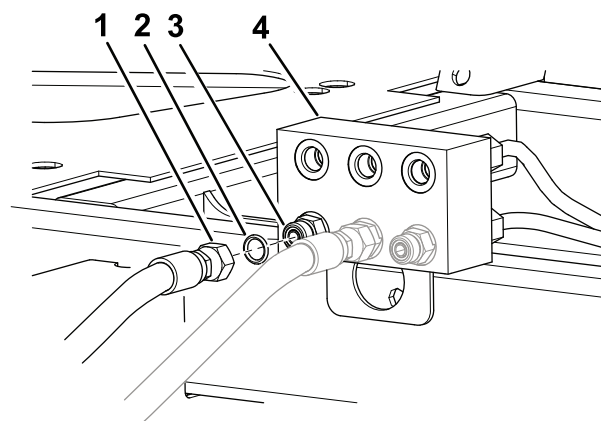

Figura 7
- Coloque un recipiente de drenaje debajo del colector de unión (Figura 7).
- Desconecte la manguera hidráulica del acoplamiento izquierdo inferior del colector de unión (Figura 7).